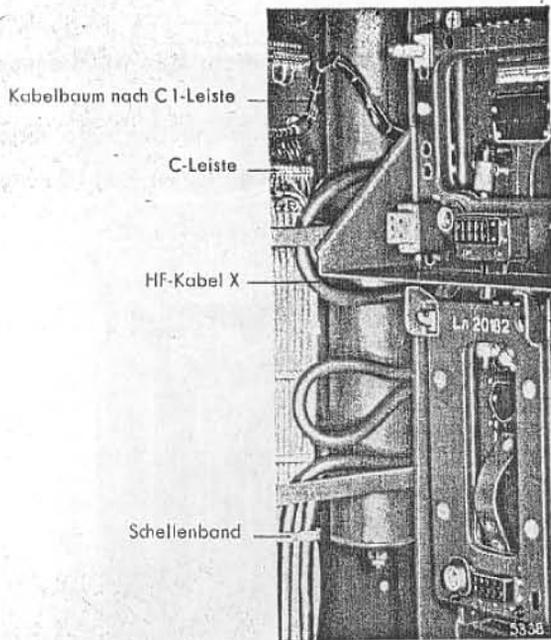
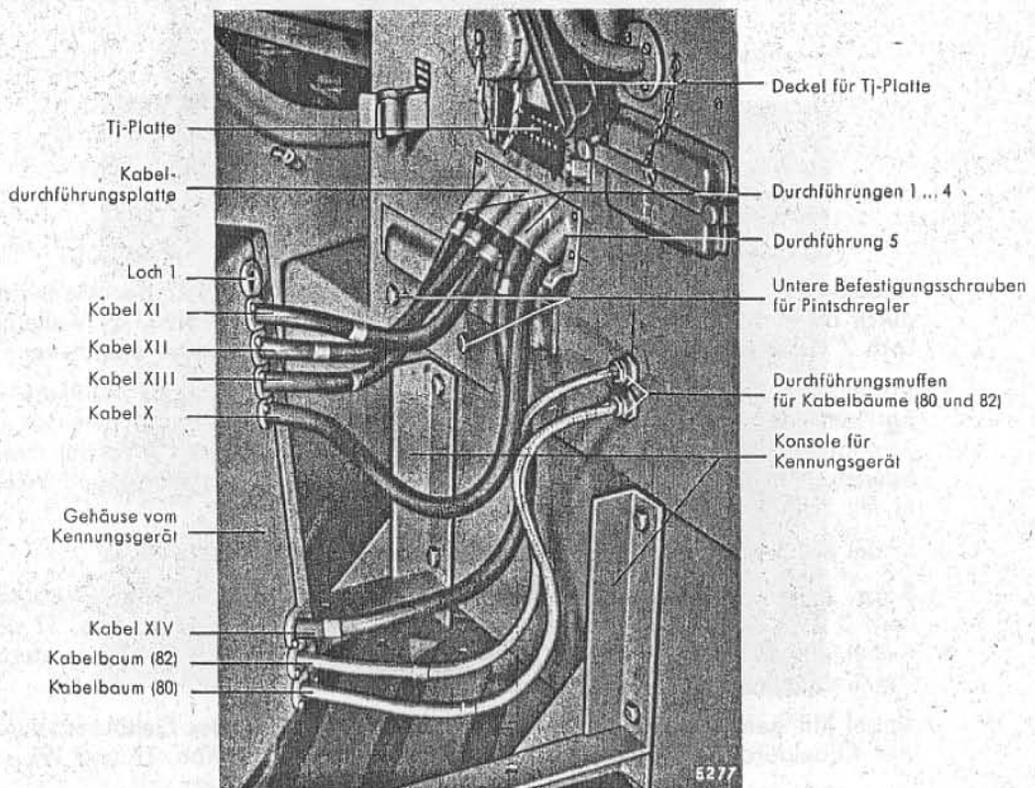

Abb. 16. Kabel X im Geräteschrank.
Abb. 17. Verlegung der Kabel aus dem Kennungsgehäuse.
Vier Sechskantschrauben an der Rückseite des Auslegers lösen (s. Abb. 17). Sieben Anschlüsse auf dem Regler lösen (Reihenfolge der Leitungen vermerken).
4. Zwei Bohrungen für die Durchführungsmuffen der Kabel 80 und 82 unter der Eg-Platte (s. Abb. 17) herstellen.
Verlegen des Kabels durch den Antennenkasten (s. Abb. 12), durch die Hohlachse nach dem linken Krümmer, durch den Krümmer in den Geräteschrank; in Schlangenlinien an der linken Schrankseite (s. Abb. 16) (für eine später noch erfolgende Nachrüstung bereits vorgesehen), in Anlehnung an die bereits verlegten Kabelstränge durch den Turmunterteil in den Ausleger; an der oberen Wand des Auslegers durch das Loch 5 der Kabeldurchführungsplatte nach außen. Weiterhin durch Loch 5 (s. Abb. 17) in das Kennungsgerät nach Bu 1.
5. Kabelbaum, 10adrig, von C₁-Leiste durch den Krümmer nach C₁-Leiste verlegen. Drei Adern zweigen nach dem Höhenpotentiometer im Krümmer ab. Anschluß nach Verkabelungsplan. Der Kabelbaum ist mit Rücksicht auf eine später noch erfolgende Nachrüstung länger gehalten (Abb. 16).
7. Kabelbaum, 5×0,75, 1,07 m lang (früher Kabel 80), wird von der X- und Y-Leiste durch die untere der zwei Durchführungstüllen, durch Loch 8 des Kennungsgerätes an Buchse 10 verlegt (s. Abb. 17). Mit Mipolamschlauch überziehen.
8. Kabelbaum $10 \times 0,75$, 1,64 m lang (früher Kabel 82), wird von der Me-Buchsenplatte durch die obere der zwei Durchführungstüllen verlegt (s. Abb. 17); weiterhin durch Loch 7 des Kennungsgerätes an Buchse 3. Mit Mipolamschlauch überziehen.
- Kabel XI geht von der Buchse 4, Feder 7, durch das Loch 2 des Gehäuses, durch Loch 3 der Kabeldurchführungsplatte an die Tj-Platte, Feder 18 (s. Abb. 17 und 19).
- Kabel XII geht von Buchse 5, Feder 3, durch das Loch 3 des Gehäuses, durch Loch 1 der Kabeldurchführungsplatte an die Tj-Platte, Feder 1 (s. Abb. 17 und 19).
- Kabel XIII geht von Buchse 5, Feder 2, durch das Loch 4 des Gehäuses, durch Loch 2 der Kabeldurchführungsplatte an die Tj-Platte, Feder 6 (s. Abb. 17 und 19).
- Kabel XIV geht von Buchse 2, Feder 1, durch das Loch 6 des Gehäuses, durch Loch 4 der Kabeldurchführungsplatte an die Tj-Platte, Feder 11 (s. Abb. 17 und 19).